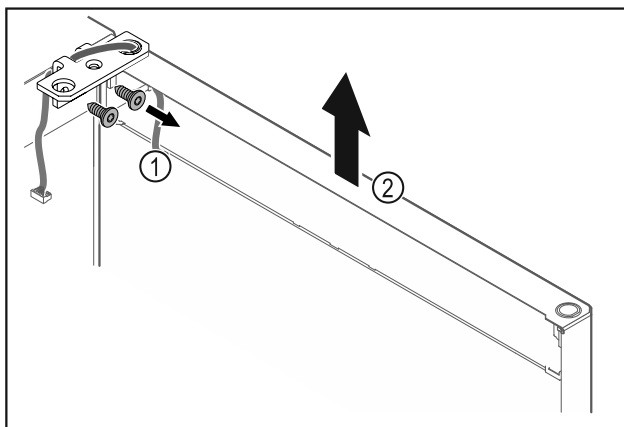

Fig. 24
- ▶ Отвинтите шарнирные уголки Fig. 24 (1).
- ▶ Дверь вместе с шарнирными уголками поднимите строго вертикально вверх Fig. 24 (2) приблизительно на 200 мм и снимите.